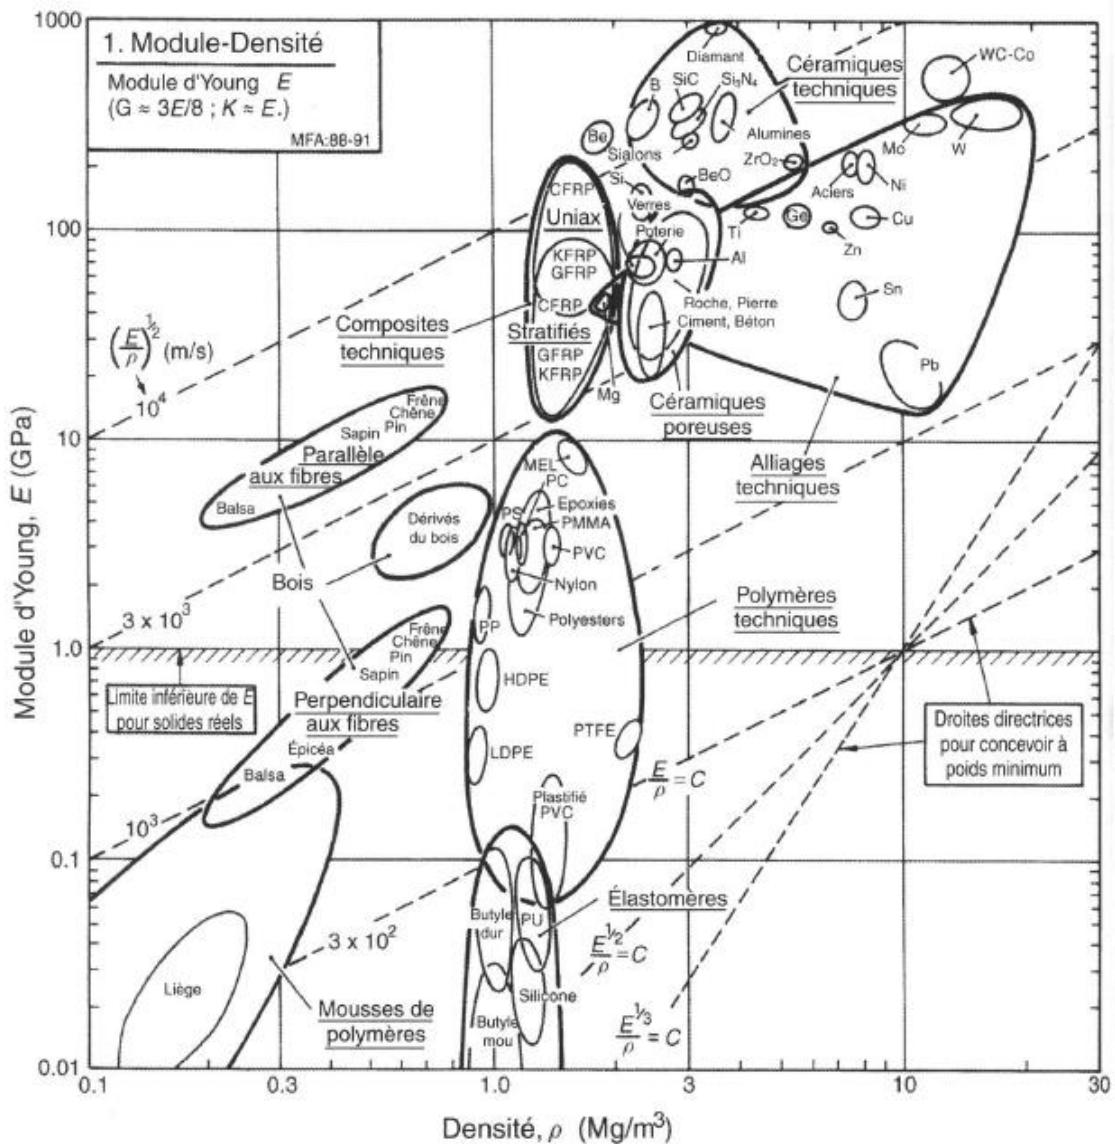

Fig.5 Diagramme module d'Young-densité.
9. Lister les 5 meilleures solutions et Colorier les matériaux sur le diagramme (fig. 5).